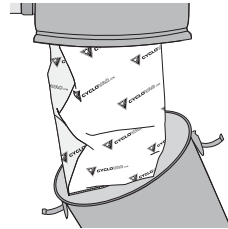

figure 14
1. Pour accéder au sac, défaire les deux attaches et retirer la cuve de l'appareil (**figure 14**).